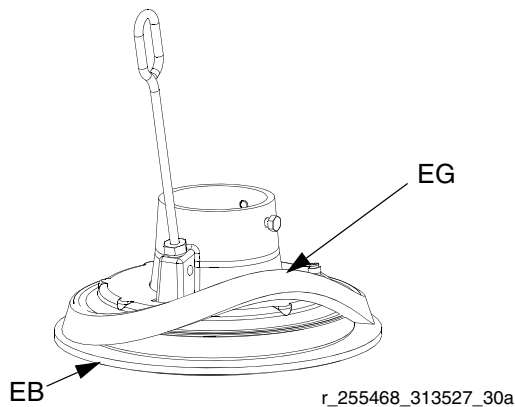

FIG. 12: Separador deslizante
2. A continuación, con la mano, incline el espaciador (EG) y sáquelo del plato, tirando de él hacia abajo hasta pasarlo sobre la brida y los rascadores inferiores (EB). Vea FIG. 12.
3. Guarde el espaciador (EG), pues será necesario en otras aplicaciones.
1. Compruebe que el diámetro mayor del separador (EG) queda hacia **abajo**. Con la mano, haga subir el separador (EG) por encima del borde del plato seguidor. Vea FIG. 12.